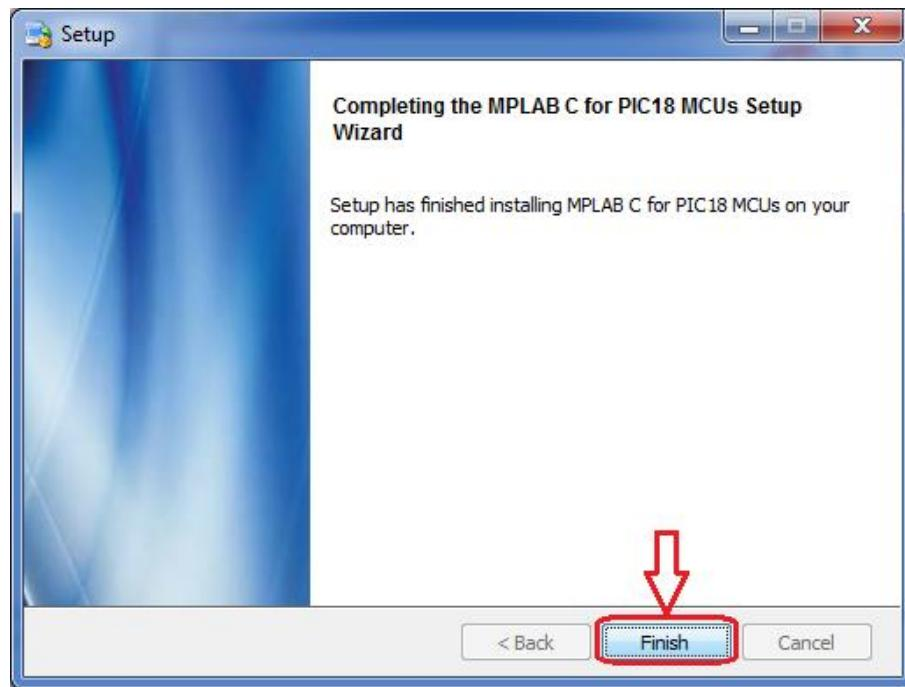

Figura 3.16 - Final do processo de instalação do compilador C18.
- 6) Ao final do processo de instalação aparecerá uma janela informando que a instalação foi concluída com sucesso. Pressione “Finish” para fechá-la (ver Figura 3.16).